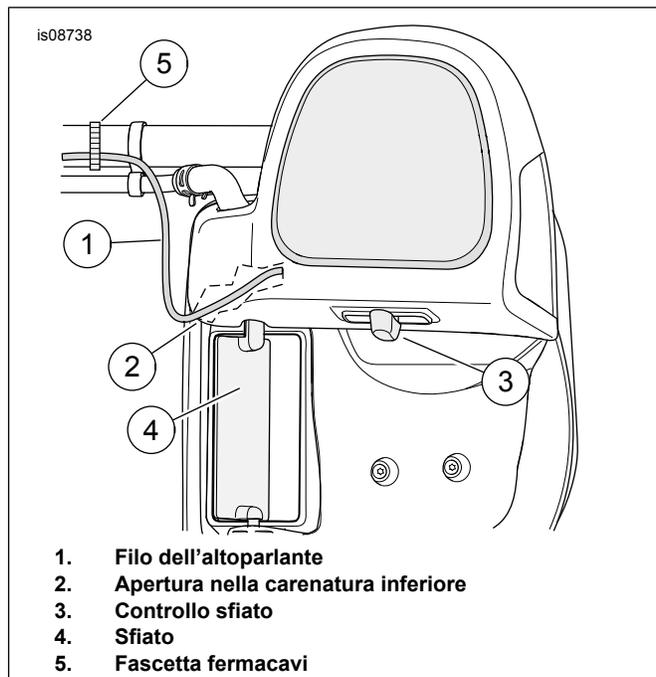

Figura 1. Disposizione filo dell'altoparlante
5. Vedere Figura 1 Fare passare il filo attraverso la piccola apertura (2). Fare in modo che il filo non faccia contatto con lo sfiato (4) e con il sistema di controllo dello stesso (3).
9. Fissare i fili con una fascetta fermacavi (5).